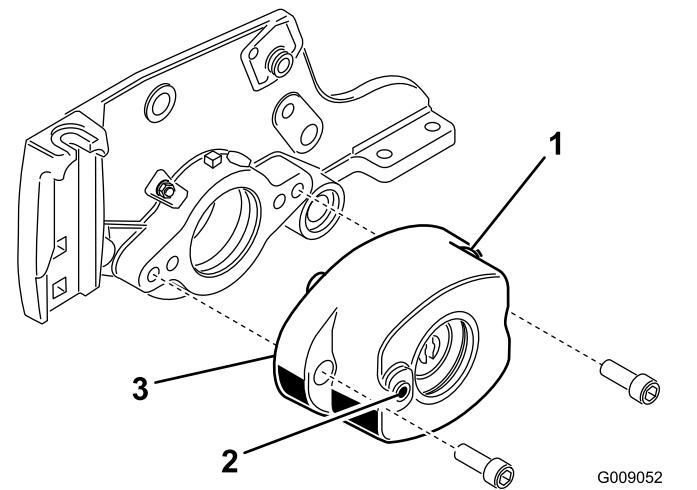

図 6
5. 六角穴ボルト 2 本 $\frac{3}{8} \times 1$ inch を使用して、ローラブラシハウジングをリールベアリングハウジングに取り付ける図 6。ローラブラシ・ハウジングは、ねじ切りしてある穴がカッティングユニットの前側にくるように取り付ける。